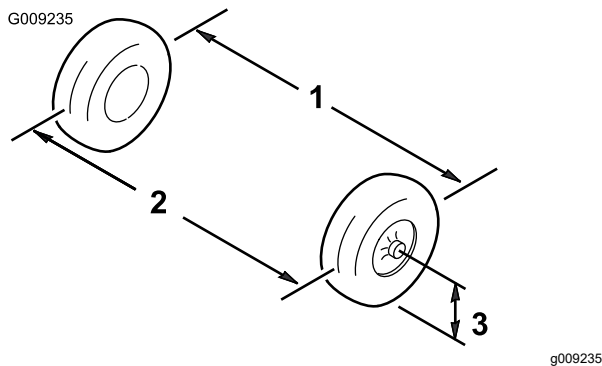

Figura 81
5. Mida la distancia entre los neumáticos delanteros a la altura del eje, en la parte delantera y trasera de las ruedas (Figura 81).